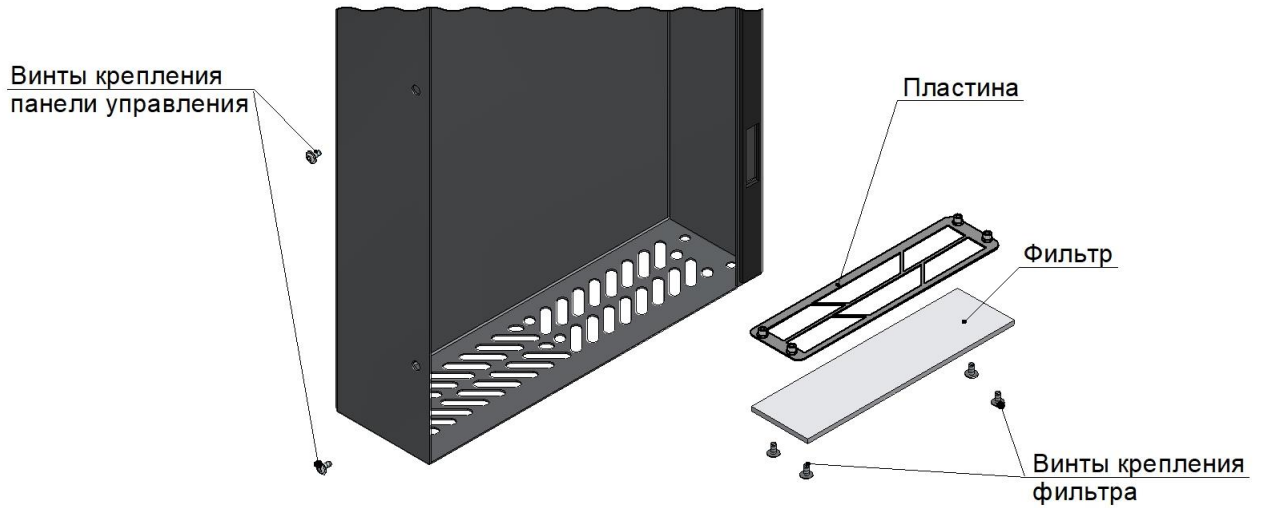

Рис.24 Замена воздушного фильтра
- открыть дверь пароконвектомата и снять винты крепления панели управления (см. рис.24);